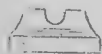

Рис. 46. Целик
91. Целик (рис. 46) вместе с мушкой служит для прицеливания. Своим основанием он вставляется в паз затвора.